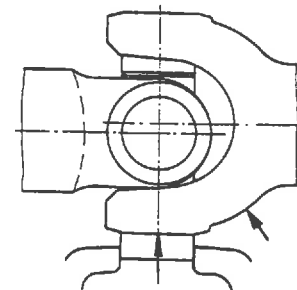

Abb. 3
- 4) Hervorstehende Lagerbüchsen werden gefaßt und abgezogen (siehe Abb. 3).